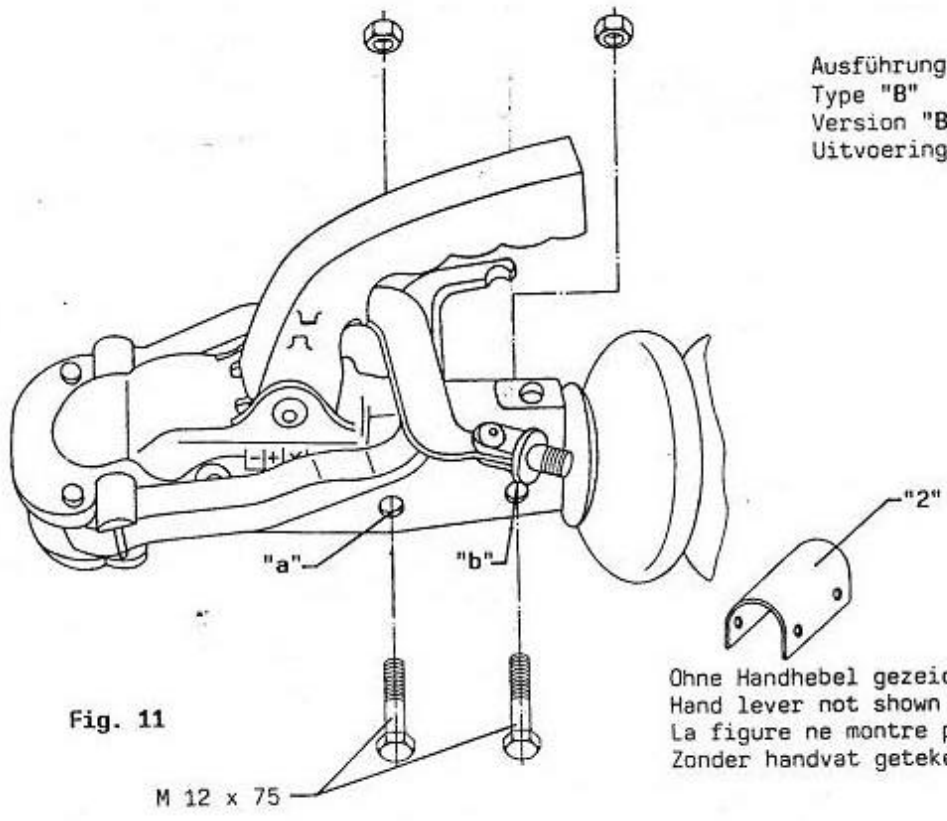

Fig. 11
- 2.1 Op de plaats "a" een 6-kant bout M12 x 75 erdoor steken en beide 6-kant bouten aandraaien (zie afbeelding 11).